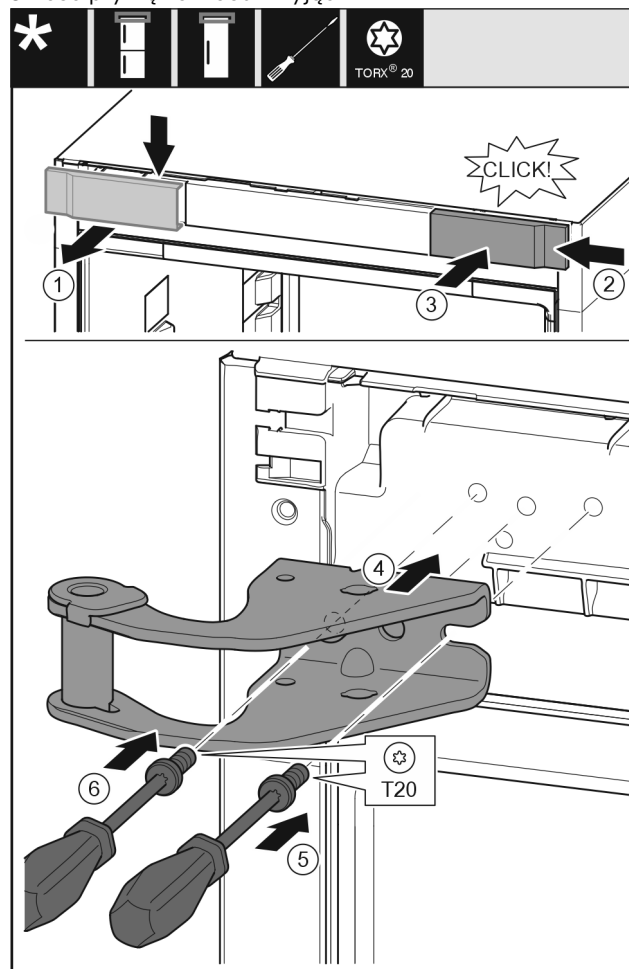

Fig. 11
- ▶ Wyjąć osłonę Fig. 11 (1) od góry do przodu.
- ▶ Założyć osłonę Fig. 11 (2) obróconą o 180° z drugiej strony od prawej.
- ▶ Zazębnić osłonę Fig. 11 (3).
- ▶ Przyłożyć górną płytkę zawiasu Fig. 11 (4).
- ▶ Założyć śrubę Fig. 11 (5) przy użyciu śrubokręta i mocno dokręcić.
- ▶ Założyć śrubę Fig. 11 (6) przy użyciu śrubokręta i mocno dokręcić.